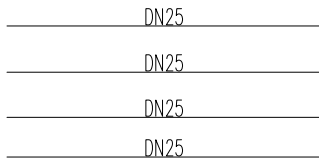

图 8-107 打开素材
**01** 按 Ctrl+O 组合键，打开配套光盘提供的“第 8 章/ 8.5.8 管径移动.dwg”素材文件，结果如图 8-107 所示。